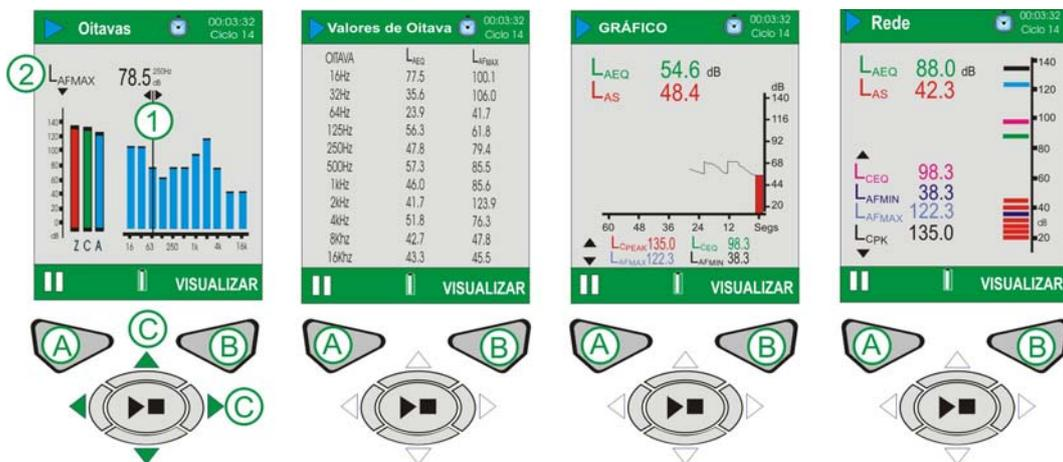

Figura 14 Telas Principais do Ciclo no CEL-620B
CEL-620B (Consultar a Figura 14).
O CEL-620B oferece as outras duas telas de oitavas que se pode ver na Figura 14. Use a tecla Ver (B) para alternar entre as quatro telas disponíveis. Use as teclas de cursor direita/esquerda(C) para percorrer as faixas de freqüência (1) quando estiver em modo gráfico. Use as teclas de cursor acima/abaixo (C) para alternar entre os parâmetros LMAX e LEQ (2).